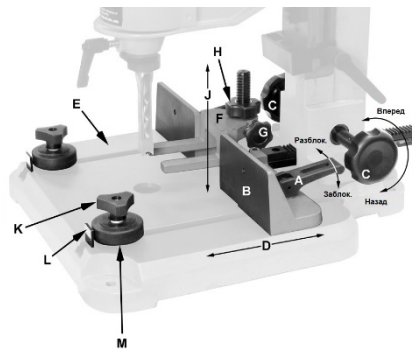

Рис. 7
Для регулировки упора заготовки (B, Рис. 7) используйте ручки (C) и эксцентрики фиксаторы (A).